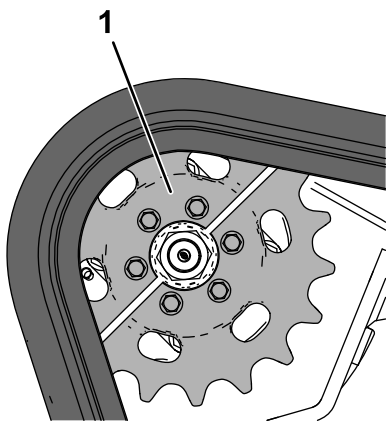

図 60
2. 平らな場所に駐車し、スプロケットハーフのうちの一枚のみがクローラと噛み合っていることを確認する 図 60。